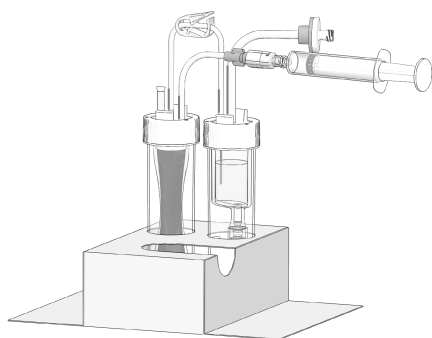

図3 上清の移送
- (3) シェルカバーを取り外し、クランプ2を開け、逆止弁を加圧コネクタに接続します。
- (4) 逆止弁にシリンジを接続し、ゆっくりと空気を注入します。1次容器が変形し、2次容器に上清が移送されます(図3)。